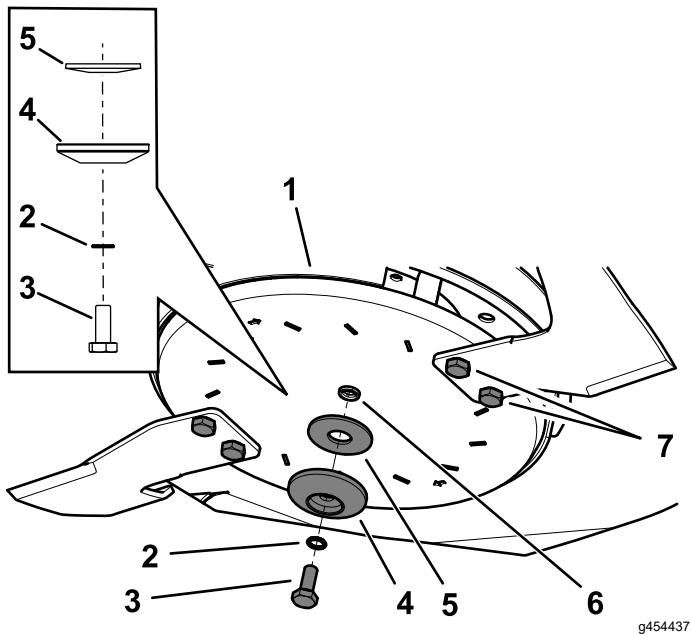

Figura 111
- Montate il gruppo delle lame laterali utilizzando il bullone del disco, la rondella seghettata, il fermo della lama e la rondella curva rimossi in precedenza (Figura 111).